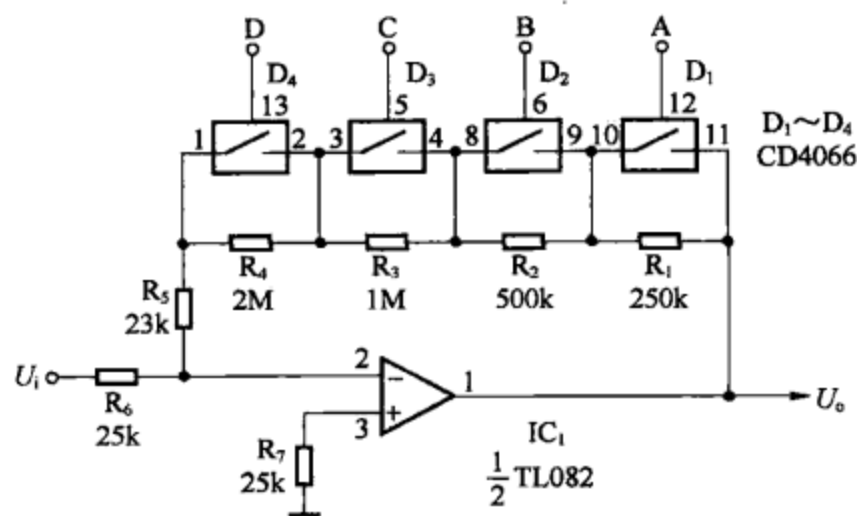

图 8-70
(1) 图 8-70 所示为采用四双向模拟开关 CD4066 和运算放大器组成的数控增益放大器。该放大器用数控电阻网络代替了运放的反馈电阻，而数控电阻网络的阻值，由 4 位二进制数控制，从而实现了由 4 位二进制数控制增益（放大倍数）的放大电路。双向模拟开关 $D_1 \sim D_4$ 及电阻 $R_1 \sim R_5$ 构成数控电阻网络，数控输入端 A、B、C、D 接二进制控制数，某位控制数为“1”时，使该位模拟开关导通，将相应的电阻短接，从而达到电阻网络数字控制的目的。表 8-9 所列为二进制控制数与放大倍数的对应关系。